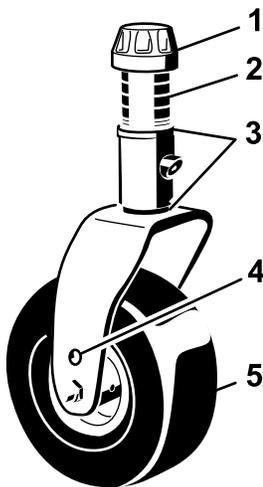

Figura 15
2. Posizionate gli assali delle ruote orientabili negli stessi fori di tutte le forcelle (Figura 15).
3. Togliete il cappuccio di tensione dall'asse del perno (Figura 15) ed estraete il perno dal braccio della ruota orientabile.